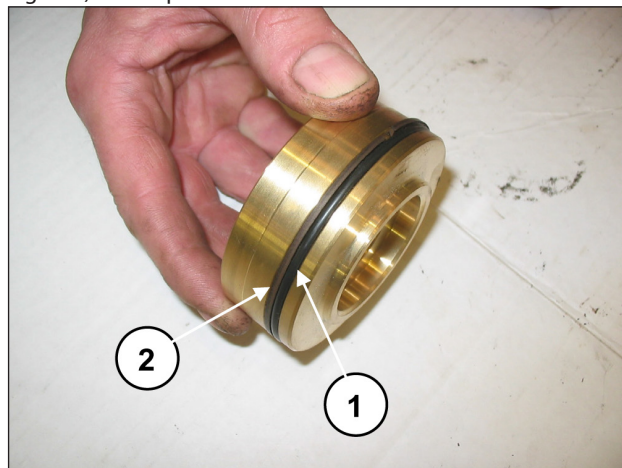

Fig. 131
Monte o anel circular, pos. de explosão nº. 17 (pos. ①, Fig. 131) e o anel anti-extrusão, pos. de explosão nº. 21 (pos. ②, Fig. 131) na tampa da válvula de fluxo.